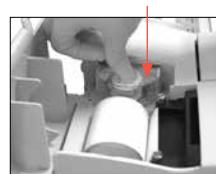

Figura 2: Installare la nuova pompa e spingere il rullo della pompa
5. Inserire la nuova pompa peristáltica, con i fori rivolti verso il basso, vicino al motore della pompa. Ruotare manualmente l'albero motore in modo che sia allineato con il cilindro della pompa; quindi, allineare la pompa con l'albero motore e spingerla in basso fino bloccarla completamente nell'alloggiamento (Figura 2).
6. Spingere il rullo della pompa fino bloccarlo completamente sull'albero motore della pompa (Figura 2).